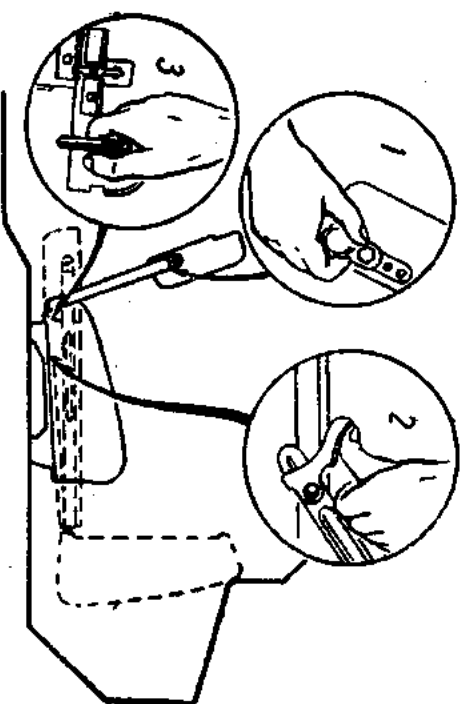

Рис. 98. Схема раскладки сиденья такси.
1. Отвернуть на 5—6 оборотов винт-фиксатор подушки спинки и, повернув подушку на 180°, снова завернуть винт (рис. 98).